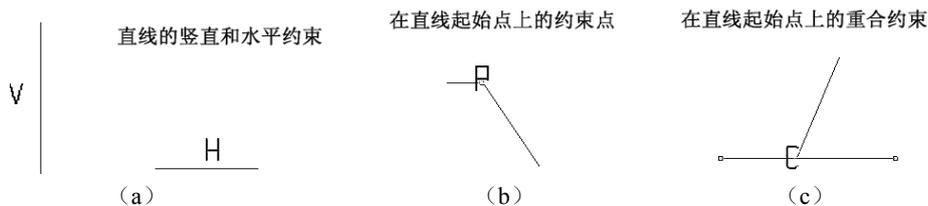

图 2-46 自动约束
- 自动约束 自动约束：默认的设计模型是自动约束模式。自动约束可以在新的草图实体中自动捕捉位置和方向。图 2-46 中的光标表示所施加的约束类型。